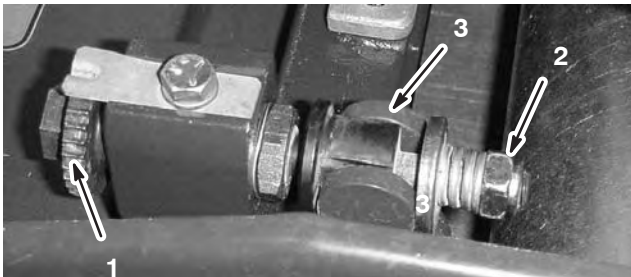

Bild 47
1. Drehen Sie die Einstellschraube des Untermesserträgers nach links, damit sich der Abstand zwischen Untermesser und Spindel vergrößert (Bild 47).
2. Drehen Sie die Federspannungsmutter so weit hinaus, bis die Scheibe nicht mehr gegen den Untermesserträger angespannt ist (Bild 47).